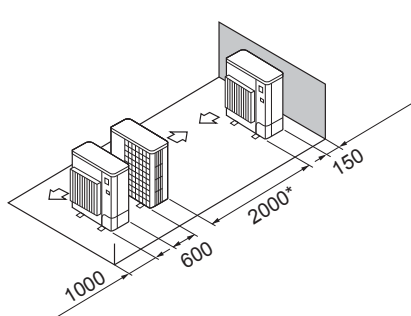

Fig. 2-12
- ⑤ Disposizione di unità singole parallele (Fig. 2-12)